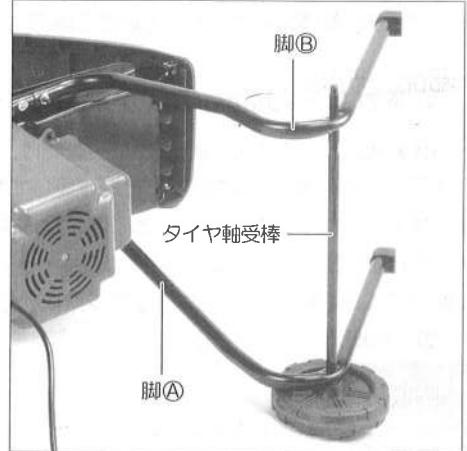

図4
- ・取付方法はⒶと同じ方法で取付けをしてください。(図4参照)